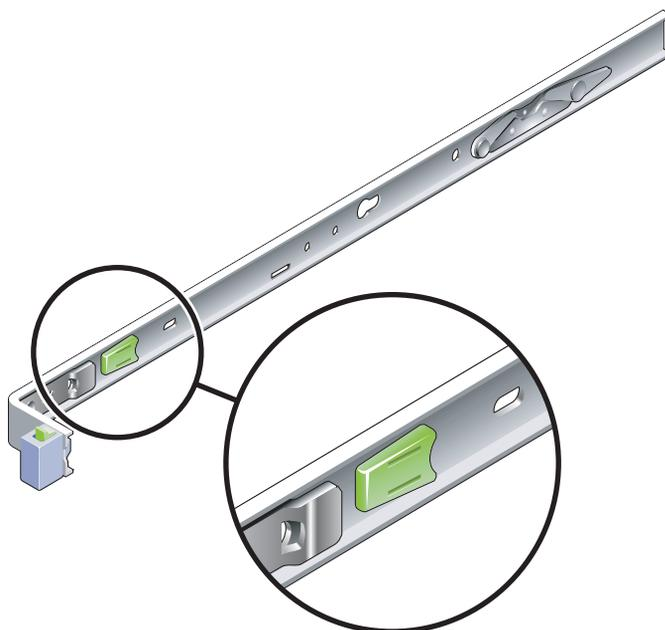

図 2-2 固定部品のリリースボタン
- c. 固定部品のリリースボタンを左方向にスライドさせて (図 2-2)、固定部品をスライドレールから完全に引き出します。